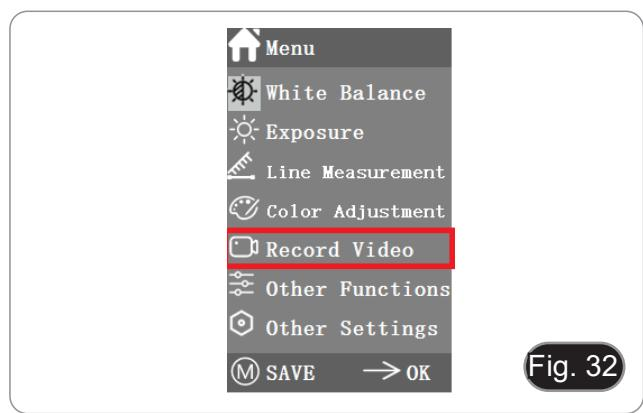

Fig. 32
1. Pulsar el botón M para mostrar el menú en la pantalla (Fig. 32) y elegir la opción de grabación de vídeo pulsando \uparrow o \downarrow .